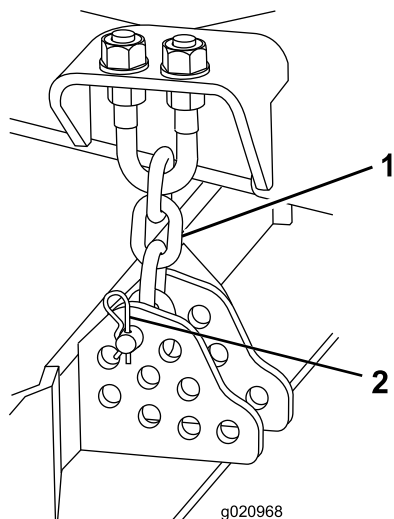

Figura 17
9. Togliete la coppiglia e il perno con testa che fissano le catene dell'altezza di taglio sul retro del piatto di taglio (Figura 17).